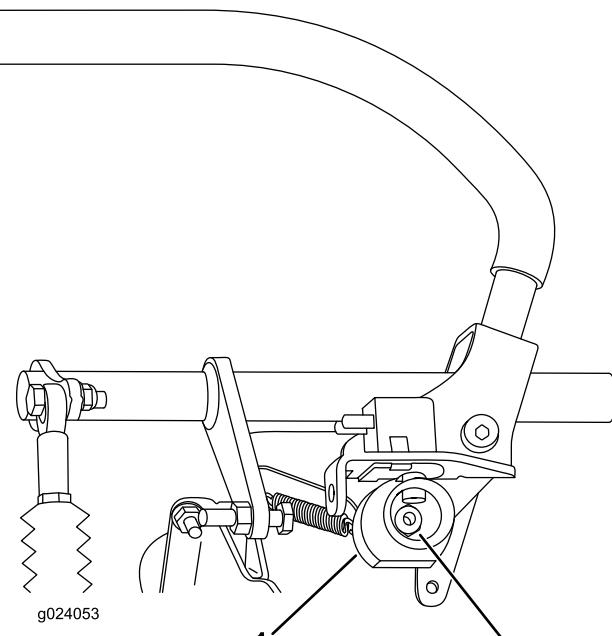

Figura 70
7. Afloje la tuerca que sujetla la leva (Figura 70).